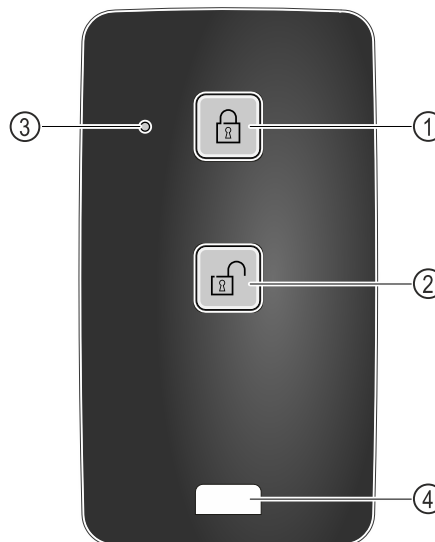

Fig. 219
- (1) Luku lukustamine
- (2) Luku lahti lukustamine
- (3) Oleku-LED
- (4) Kinnitusaas
- Vajutage kaugjuhtimispuldil klahvi Fig. 219 (1).
- Vajutage kaugjuhtimispuldil klahvi Fig. 219 (2).
- Oleku-LED Fig. 219 (3) annab klahvivajutuse korral visuaalse tagasiside.
- Aas Fig. 219 (4) kaugjuhtimispuldi kinnitamiseks, näiteks võtmekimbu külge.